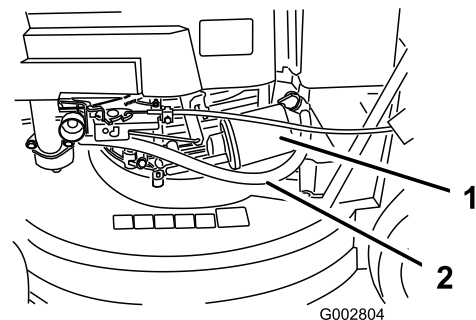

Bild 25
5. Legen Sie einen Lappen unter den Ölfilter, um das Öl aufzufangen, das ggf. beim Entfernen des Filters ausläuft (Bild 25).